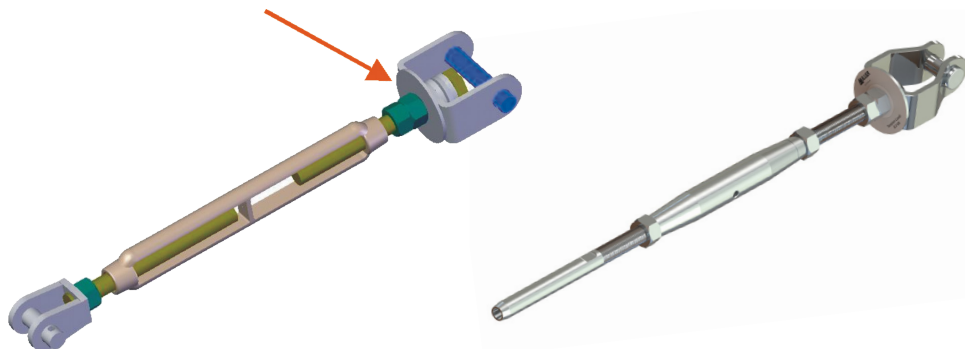

Fig. 2.2 - Tensor com disco indicador de tensão
- a tensão do cabo é demasiado alta ou demasiado baixa (**fig 2.2**)
Verifique a pré-tensão do tensor do cabo (**fig. 2.2**) antes de utilizar o dispositivo de ancoragem Söll SafeLine. O disco indicador de tensão (indicado no desenho pela seta) deverá começar a rodar livremente quando o cabo sofre uma pré-tensão correcta (aprox. 0,8 kN) **Apenas uma correcta pré-tensão do cabo permitirá o funcionamento correcto de todos os componentes do sistema!**